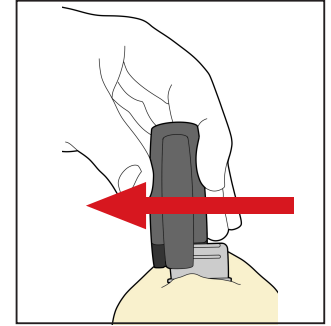

Fig. 13
7. Imediat ce masca este așezată complet, scoateți aplicatorul IntegraBite din dispozitivul bucal de imobilizare, glisându-l către dreapta sau stânga (Fig. 13).